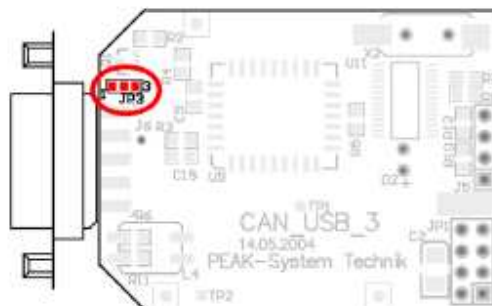

图 2 PCAN-USB board JP3 焊桥位置
3. 图 2 显示板上焊桥 JP3 的位置，下表包含了焊桥的设置选项。